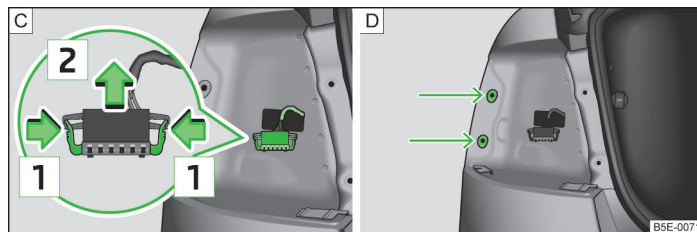

Fig. 220 Comutatorul lămpii / Montarea lămpii
- > Comprimați ambele tastele de blocare în sensul săgeții [1] » fig. 220 - [C].
- > Introduceți lampa vertical în locașurile din caroserie » fig. 220 - [D].